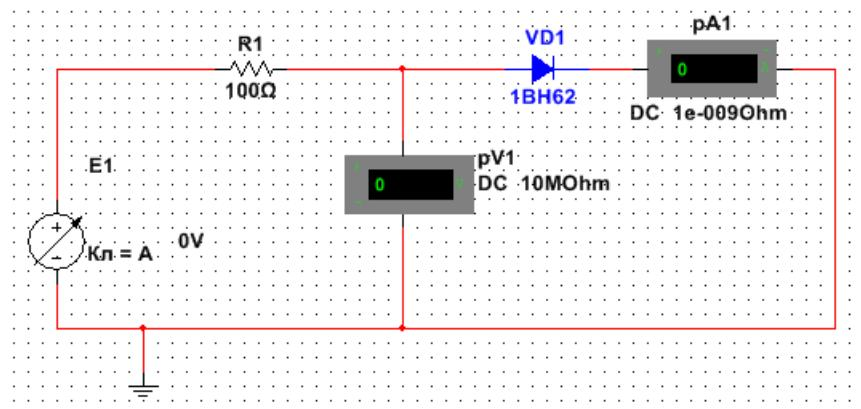

Рисунок 1- Схема исследования прямой ветви ВАХ выпрямительного диода
**Приборы и материалы:** Источник изменяющегося постоянного напряжения с максимальным значением  $E_1 = 1\text{ В}$  (для схемы рисунок 1)  $E_1 = 200\text{ В}$  (для схемы рисунок 2); резистор; диод; амперметр и вольтметр постоянного токасоединительные провода.
1.1. Собрать схему в программной среде Multisim (рисунок 1).